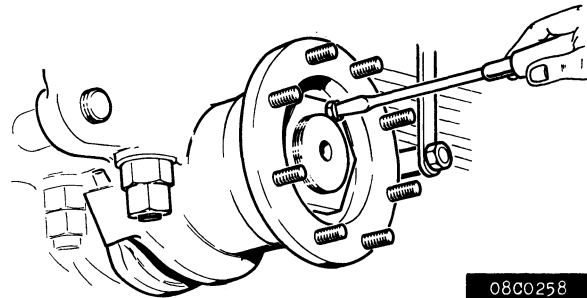

Fig. 4.
3. Verwijder de spijkervanger en vervolgens ook de borgbout, de asmoer en de drukring (fig. 4).